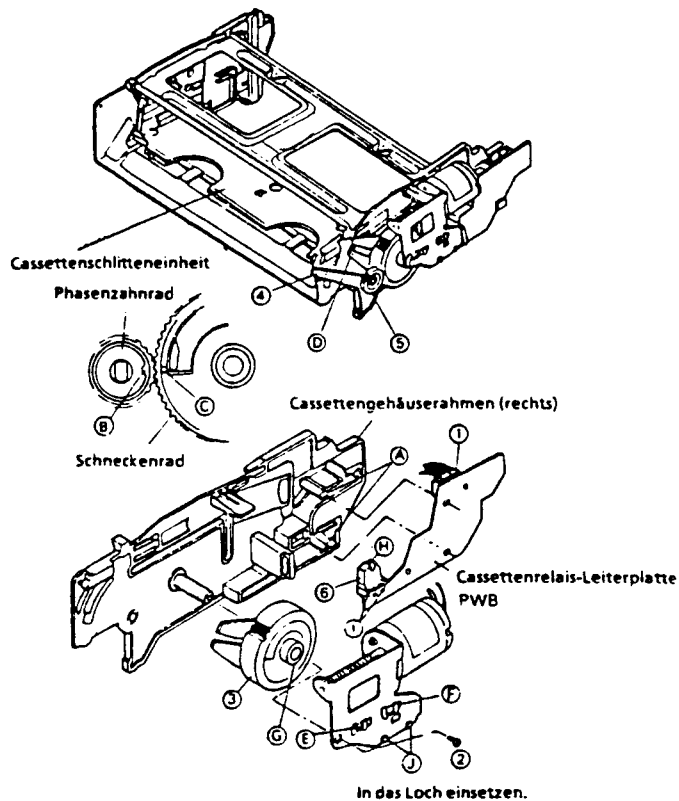

Abbildung 1-2.
• Zerlegen (Abb. 1-2)
1. Den Steckverbinder ① von der Cassettenrelais-Leiterplatte entfernen.
3. Die Schraube ② von der Cassettenmotorhalterung abschrauben, und die Cassettenmotoreinheit zusammen mit der Cassettenrelais-Leiterplatte vom Cassettengehäuserahmen entfernen.
4. Die Schneckenradeinheit ③ herausziehen.
• Zusammenbauen (Abb. 1-2)
2. Das Phasenzahnrad ⑤ bis zum Anschlag im Uhrzeigersinn drehen.
3. Nach dem Zusammenbauen der Schneckenradeinheit die Einstellmarke ④ der Schneckenradeinheit auf die Einstellmarke ⑥ des Phasenzahnrads ausrichten. Dann diese in die Rahmenachse einsetzen, wobei darauf zu achten ist, daß der Zapfen ① der Cassettenschlitteneinheit mit der Antriebsarmnut im Eingriff steht. Bei dieser Arbeit kann es vorkommen, daß das Schneckenrad von der Rahmenachse fällt; daher darauf achten, das Schneckenrad mit der Hand festzuhalten.
4. Den Zapfen ⑤ des Zeitsteuerhebels auf die Schneckenradnut ④ ausrichten, und die Schneckenradeinheit mit der Schraube ② befestigen.
5. Den Zapfen ⑥ des Zeitsteuerhebels auf die Nut ⑦ des Cassetten-Betriebsartenschalters ⑥ ausrichten, und die Cassettenrelais-Leiterplatte mit der Lamelle Ⓐ des Rahmens befestigen; dabei nachprüfen, ob die beiden Zapfen ① des Cassetten-Betriebsartenschalters fest in die Cassettenmotorhalterungsnut ① eingreifen.